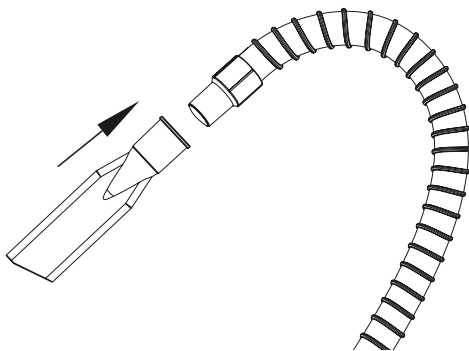

Fig. 11 – Montaje del bocal para rincones
- Monte el bocal para rincones en la manguera, según la Fig. 11;